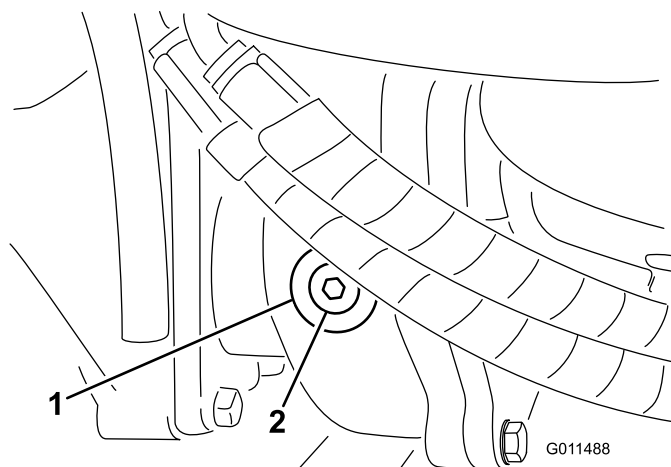

Рисунок 64
2. Снимите пробку контрольного/заливного отверстия с левой стороны редуктора и убедитесь, что масло доходит до нижней кромки отверстия (Рисунок 64).